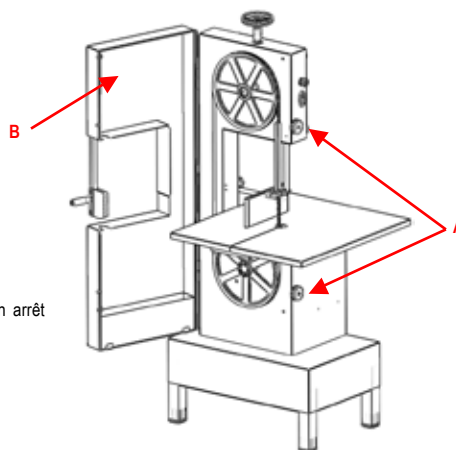

Figure 3
D) Bouton coup de poing d'arrêt d'urgence à retenue mécanique. En appuyant sur ce bouton, la machine s'arrête. Après la suppression des conditions ayant provoqué l'arrêt d'urgence, il est possible de rétablir les conditions de fonctionnement normales. Pour réactiver la machine, il est nécessaire de réarmer le bouton d'arrêt d'urgence précédemment enfoncé, en le tournant dans le sens horaire (figure 3)
E) Bouton de démarrage (→), de couleur blanche. Ce bouton permet d'actionner la lame à ruban, et la machine est prête à fonctionner (figure 3)
F) Bouton d'arrêt (○), de couleur noire. Ce bouton permet d'arrêter la lame à ruban (figure 3)